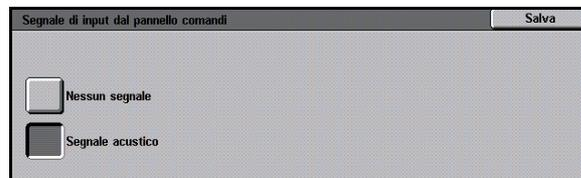

Fig. 40: Schermata Segnale di input dal pannello comandi
- Per l'opzione Segnale di input dal pannello comandi (Fig. 40), selezionare **Nessun segnale** o **Segnale acustico**.